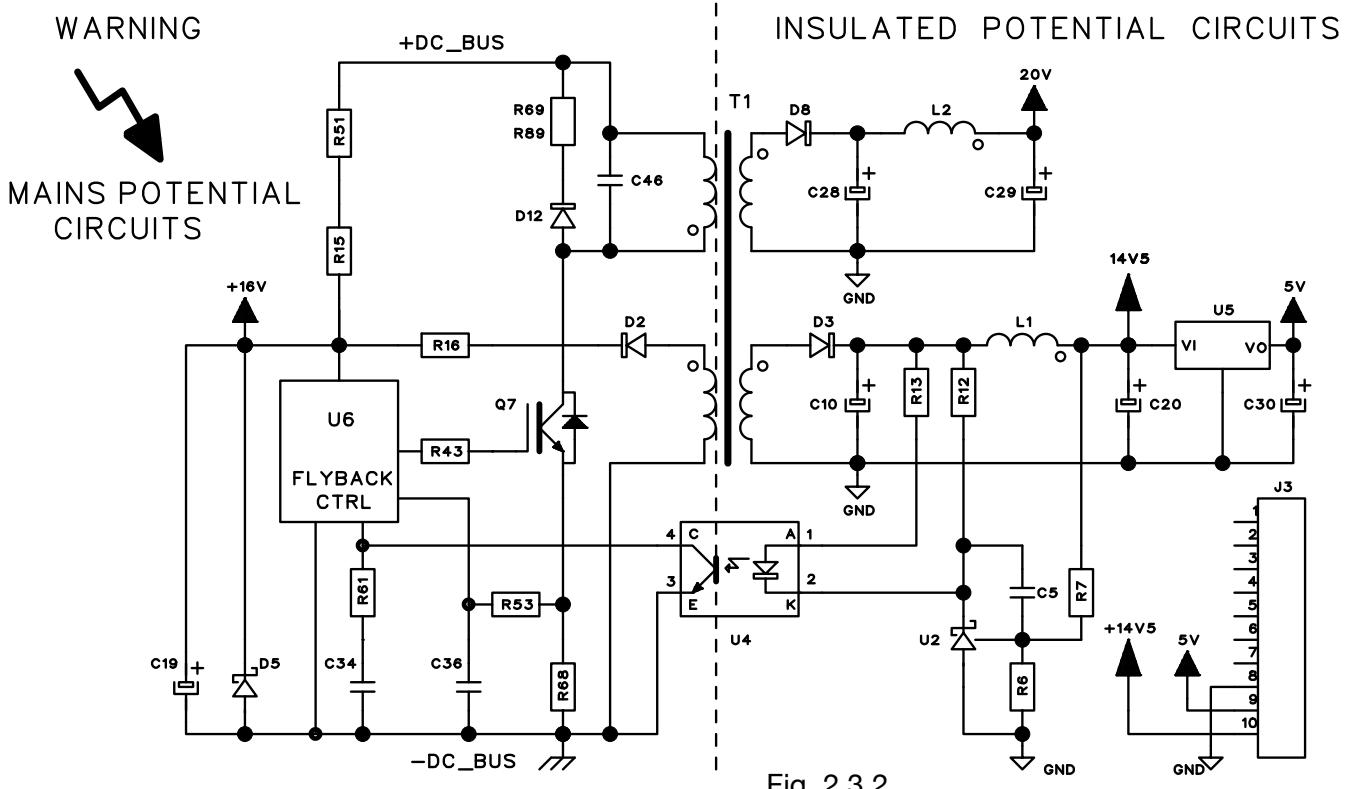

Fig. 2.3.2
Estas tensiones se miden en los conectores J3 y en el cátodo de los diodos D8 y D5, en tarjeta potencia (15), como indicado en Fig. 2.3.2.
- ◆ Si la tensión está ausente, apagar el generador y verificar que no hay una interrupción en las conexiones a la entrada de tarjeta potencia (15) o en la conexión del inductor (13) del boost converter o que los terminales de los condensadores-DC no sean en cortocircuito. Si el caso buscar la fuente del cortocircuito entre los componentes siguientes: boost converter (Q22 ÷ Q24 etc.), circuito flyback (U6, Q7, D12, R69, R89 etc.), condensadores-DC, igt del inverter (Q25 ÷ Q32 etc.).
- ◆ Si la tensión se mantiene en 330 Vdc controlar los circuitos del boost converter (U3, Q17, Q22 ÷ Q24, D45, etc.) y la tensión en D5 de tarjeta potencia (15), como indicado en Fig. 2.3.2 (alimentación circuitos flyback y boost converter).
los circuitos del boost converter (U3, Q17, Q22 ÷ Q24, D45, etc.) y la tensión en D5 de tarjeta potencia (15), como indicado en Fig. 2.3.2 (alimentación circuitos flyback y boost converter).
- Tarjeta potencia (15), conector J3, terminales:
- como indicado en Fig. 2.3.2 (alimentación circuitos de tarjeta potencia (15)).
- ◆ Individuar los componentes defectuosos en tarjeta potencia (15) basándose en el esquema de Fig. 2.3.2 y Mapa conectores de par. 5.3.
- ◆ Sustituir tarjeta potencia (15).
- Controlar el cableado entre J3 tarjeta potencia (15) y CN1 en tarjeta panel (16).
- Sustituir tarjetas potencia (15) y/o panel (16).